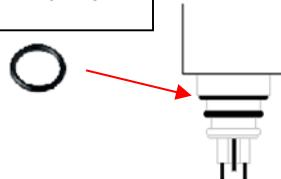

Bild 4
2. Sätt in den medföljande o-ringen från undersidan och positionera den under värmeelementets fästande mutter (bild 4).